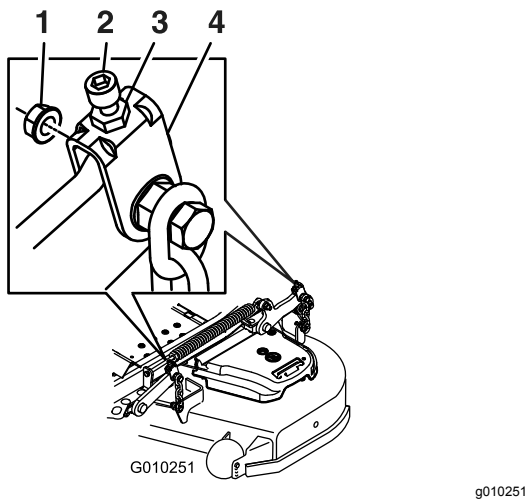

Figure 91
10. Le cas échéant, desserrez le contre-écrou à embase sur le côté de la chape et l'écrou de blocage sur le dessus. Ajustez précisément la vis de réglage en la tournant jusqu'à obtention d'une hauteur de 7,6 cm (3 po) (Figure 91).
- Ajustez précisément la vis de réglage en la tournant jusqu'à obtention d'une hauteur de 8,3 mm (3,25 po) (Figure 91).